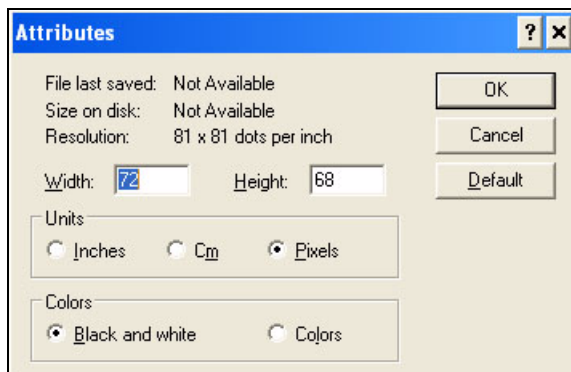

Figure 5-45: Attributs de l'image
- c. Sélectionner le format de couleur de l'image en tant que Noir et Blanc. (Voir Figure 5-45 à la page 5-58)